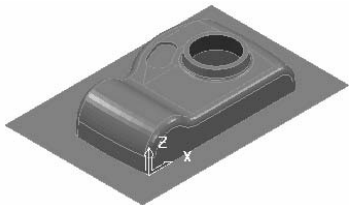

图 2-179 打开范例文件
2) 选择下拉菜单中的“文件”→“范例”命令，弹出“打开范例”对话框，选择“camera.ttr”（“随书光盘：\第2章\exercise15\uncompleted\camera.ttr”）文件，单击“打开”按钮即可，如图 2-179 所示。